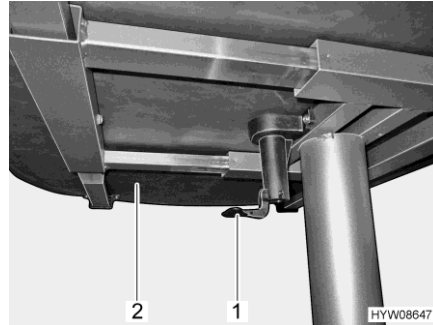

Bild 96 Hebel für Verschieben der Tischplatte
- Den Hebel (Bild 96,1) nach unten ziehen oder drücken.
- Tischplatte (Bild 96,2) in die gewünschte Position schieben.